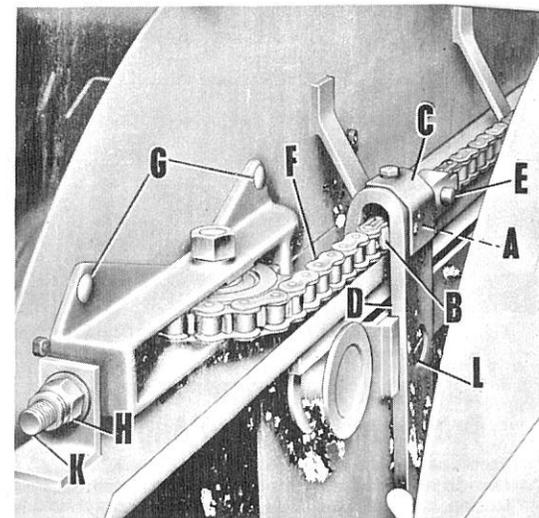

Fig. 21. Réglage de la chaîne d'entraînement de la première fourche d'alimentation.
2. Retirer le couvercle (C, Fig. 21) et placer la goupille cisailable (A, Fig. 21) dans le trou le plus reculé du bloc de réglage de la chaîne d'alimentation (B, Fig. 21).
La densité de la balle détermine sa rectitude et elle est déterminée par la quantité de fourrage introduite dans la presse, donc par la distance dont la fourche d'alimentation pénètre à l'intérieur du canal de la presse. La production de balles bien conformes dépend largement du réglage de la fourche, puisque le fourrage doit être amené régulièrement dans le canal pour donner des balles bien droites. Des balles difformes ne sont cependant pas toujours imputables au réglage de la fourche d'alimentation. Elles peuvent résulter d'une vitesse d'avancement variable ou de changements dans les dimensions des andains. Il est prévu des trous dans le bloc de réglage de la fourche (B, Fig. 21) de manière à permettre de faire varier la distance de pénétration de celle-ci dans le canal de la presse. Pour régler cette distance, enlever la bride (C, Fig. 21) et placer la goupille cisailable (A, Fig. 21) comme suit:
POUR RÉDUIRE la pénétration de la fourche d'alimentation, placer la goupille dans un trou du bloc de réglage (B, Fig. 21) situé plus vers l'avant.
POUR AUGMENTER la pénétration, la placer dans un trou plus vers l'arrière. Remonter et refixer ensuite la bride (C, Fig. 21).
**NOTA IMPORTANT CONCERNANT LA SECURITE.** Il faut toujours replacer la bride (C, Fig. 21) en haut du bras de commande de la fourche d'alimentation (D, Fig. 21). Si la goupille de sécurité se cisaille, la bride le maintiendra en position, l'empêchant de sortir et de gêner le mouvement de la bielle.
Si l'on détache, à un moment quelconque, le bloc de réglage de la fourche d'alimentation (B, Fig. 21) de l'ensemble de la chaîne, s'assurer au remontage que la goupille de sûreté (E, Fig. 21) est placée vers l'arrière. On évitera ainsi que les fourches restent dans le canal de la presse au cas où la goupille serait cisailée.
(F, Fig. 21)
Un dispositif tendeur est prévu pour contrôler la tension, et la déflexion de 13 mm permise correspond à la chaîne sous pression latérale modérée. Régler en desserrant les trois boulons (G, Fig. 21) fixant le support du pignon fou sur le canal de la presse et régler la position de l'écrou de blocage (H, Fig. 21) sur le boulon (K, Fig. 21) pour obtenir la tension convenable.
Fixer solidement le support du pignon fou dans la position obtenue, en resserrant les boulons (G, Fig. 21).
**NOTA IMPORTANT:** Il faut laisser un espace convenable entre le canal de la presse et la chaîne d'entraînement de la première fourche d'alimentation (F, Fig. 21) et pour l'obtenir, on peut déplacer vers le haut ou vers le bas le bras de commande (D, Fig. 21) de la fourche, après avoir desserré les deux vis (L, Fig. 21). Le réglage accompli, resserrer ces deux vis.